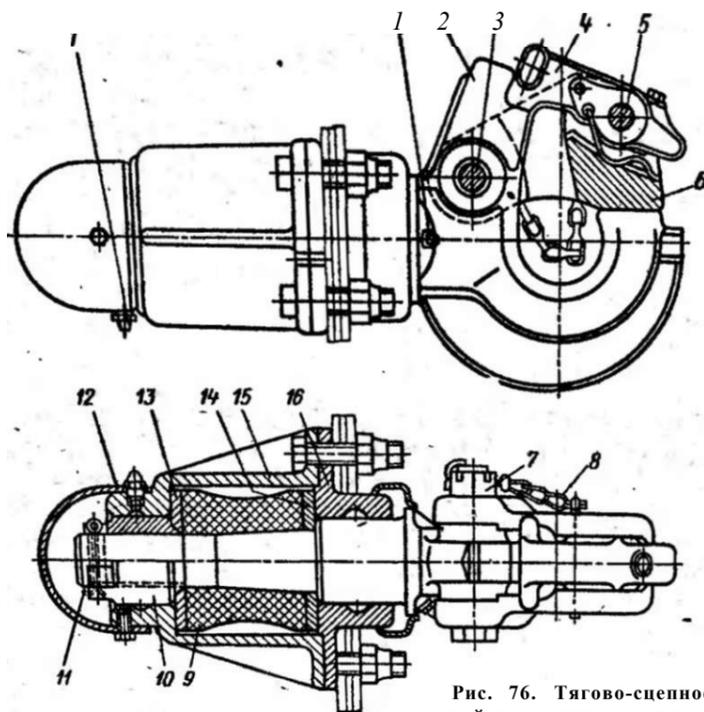

Рис. 76. Тягово-сцепное устройство типа крюк-петля:
**Тягово-сцепное устройство типа крюк-петля** (рис. 76) автомобилей моделей 5320 и 55102 имеет крюк 2,